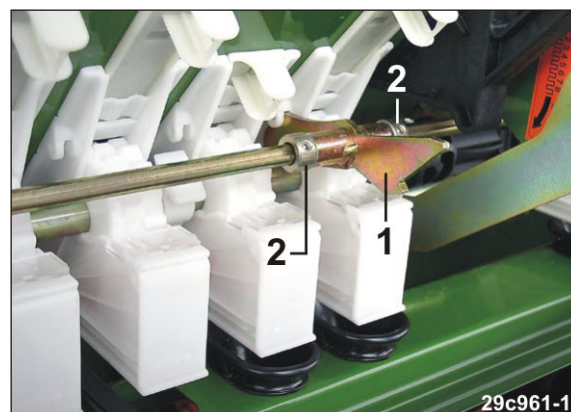

Fig. 129
- Pentru aceasta introduceți suportul (Fig. 129/1), care asigură arborele intermediar axial în degajarea unei carcase de distribuție.
12. Asigurați suportul axial cu inele de fixare (Fig. 129/2).